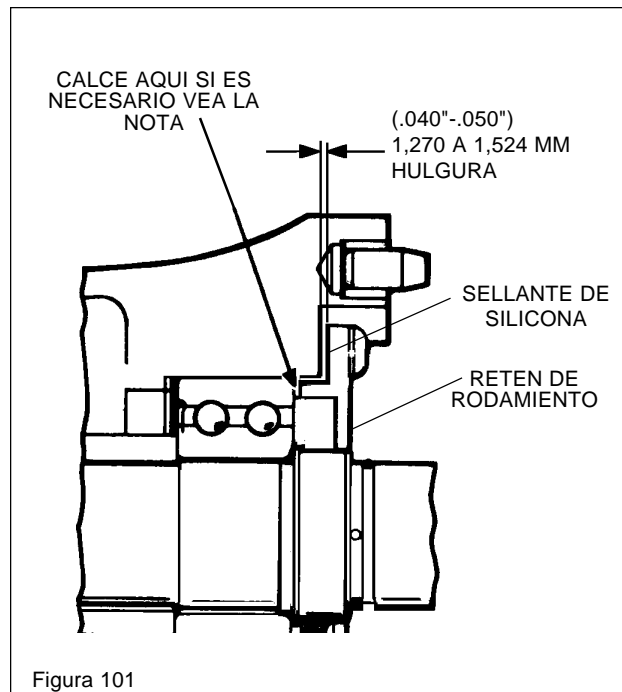

Figura 101
- f. Fije los conjuntos de eje en la caja de rodamientos con retenes de rodamientos. No utilice sellante de silicona en este momento. Vea la figura 101